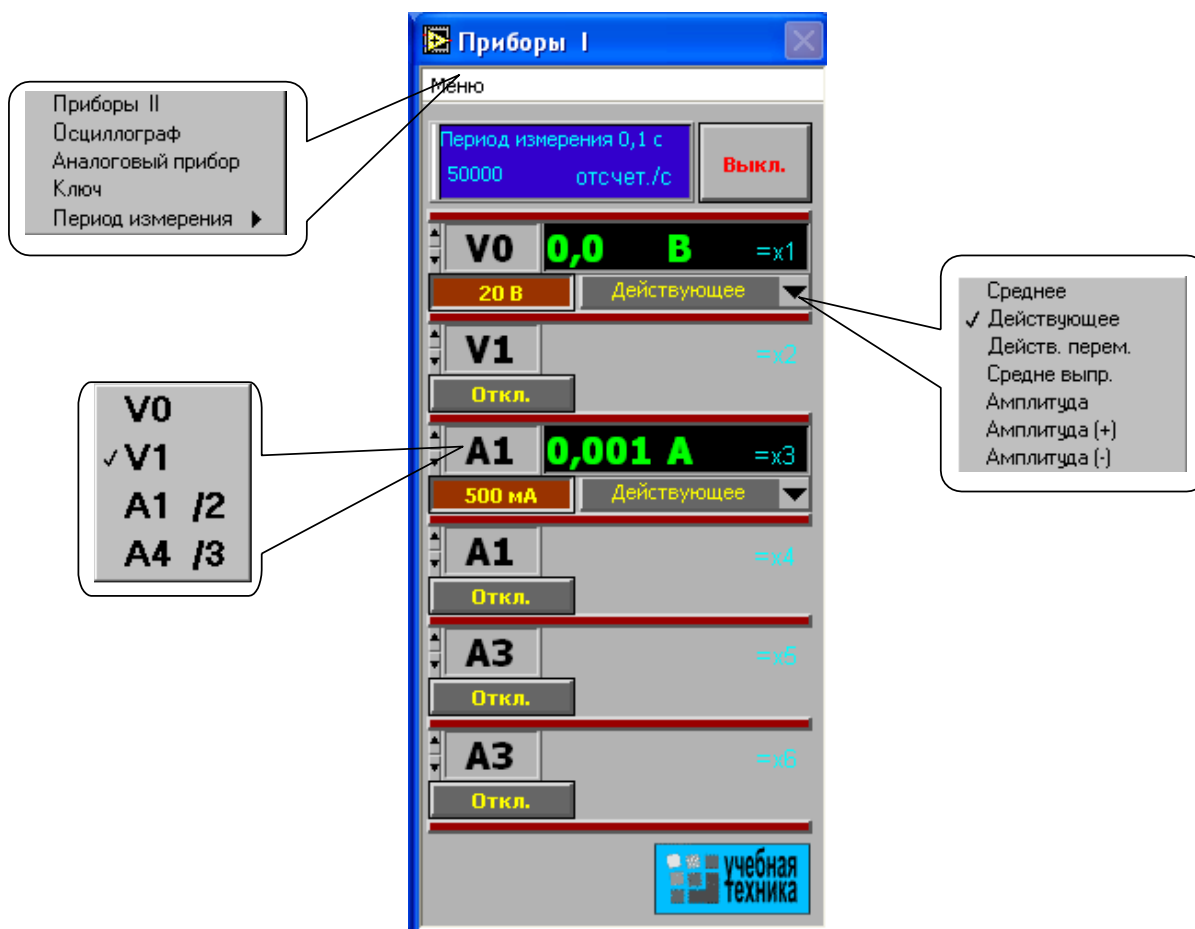

Рис. 1.13
- Активизируйте нужные виртуальные приборы, щелкнув в соответствующих окнах на кнопках «Откл». Для отключения прибора щелкните в окне предела измерения. Чем больше каналов задействовано в виртуальных измерениях тока и напряжения, тем ниже частота сканирования и меньше значений вводится в компьютер за период измерения. Период измерения, в течение которого производится ввод данных в компьютер, по умолчанию равен 0,1 с. Его можно изменить, открыв меню, как показано на рис. 1.13 и выбрав мышью строку «Период измерения».
Третий (нижний) прибор в этом блоке производит вычисления по формуле, вводимой самим пользователем. Аргументами этой формулы могут быть 4 из 8 величин  $x1...x8$  (не более!), измеряемых приборами первого и второго блоков. Обозначения  $x1...x8$  имеются на рис. 1.13 и 1.14. Например, если измеряются две активные мощности – в верхнем окне мощность источника, а в нижнем нагрузки, то третий прибор можно запрограммировать на определение КПД. Для этого нужно ввести аргументы  $x7$  и  $x8$ , напечатать формулу  $y = x8/x7$  и щелкнуть на клавише «Начать счет».
В правом верхнем углу осциллографа (рис. 1.13) имеется движок управления степенью сглаживания фильтра (появляется только при его включении), а также меню изменения характеристик графика: непрерывный, ступенчатый, гистограмма, точечный, размер и форма точек, толщина линий и т.п. Меню открывается при щелчке на любом из изображенных там пяти лучей